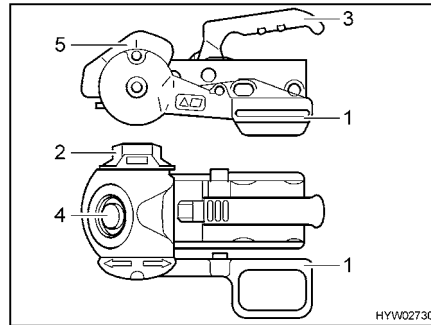

Fig. 3 Acoplamiento de seguridad AKS 1300
- Situar la palanca de estabilización (Fig. 3,1) en la posición superior.
- Girar la ruedecilla (Fig. 3,2) en sentido contrario a las agujas del reloj hasta alcanzar el tope de la posición de abierto.
- Tirar de la palanca de acoplamiento (Fig. 3,3) hacia arriba.
- Ejecutar control visual: El cilindro verde del indicador de seguridad (Fig. 3,4) debe estar visible.
- Empujar la palanca de estabilización hacia abajo hasta que la marca de la palanca de estabilización coincida con la de la carcasa de estabilización (Fig. 3,5).